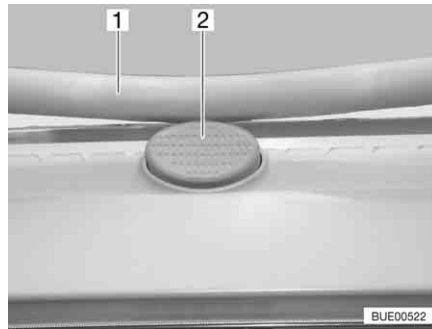

Fig. 111 Botón de seguridad en la claraboya Heki
- Pulsar el botón de seguridad (Fig. 111,2) y tirar la horquilla (Fig. 111,1) hacia abajo con ambas manos.
- Presionar el estribo hacia arriba con ambas manos hasta que la horquilla se encuentre encima del botón de seguridad (Fig. 111,2).